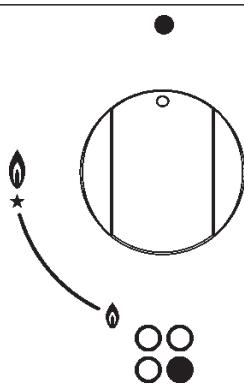

FIG. 1
Premere e ruotare in senso antiorario la manopola corrispondente al bruciatore da usarsi, portarla sulla posizione di Massimo (fiamma grande fig. 1) ed accostare un fiammifero acceso al bruciatore.
Premere e ruotare in senso antiorario la manopola corrispondente al bruciatore da usarsi, portarla sulla posizione di Massimo (fiamma grande fig. 1) quindi premere e rilasciare il pulsante d'accensione "E".
Premere e ruotare in senso antiorario la manopola corrispondente al bruciatore da usarsi, portarla sulla posizione di Massimo (fiamma grande fig. 1) quindi premere la manopola a fondo.
Con i bruciatori dotati di termocoppia di sicurezza, si deve ruotare in senso antiorario la manopola corrispondente al bruciatore da usarsi, portarla sulla posizione di Massimo (fiamma grande fig. 1) sino ad avvertire un piccolo fermo quindi premere la manopola e ripetere le operazioni indicate precedentemente.
- Quando si è giunti all'ebollizione portare la manopola in posizione di Minimo (fiamma piccola fig. 1).
- *I'accensione dei bruciatori con termocoppie di sicurezza può avvenire solamente quando la manopola è sulla posizione di Massimo (fiamma grande fig. 1).*